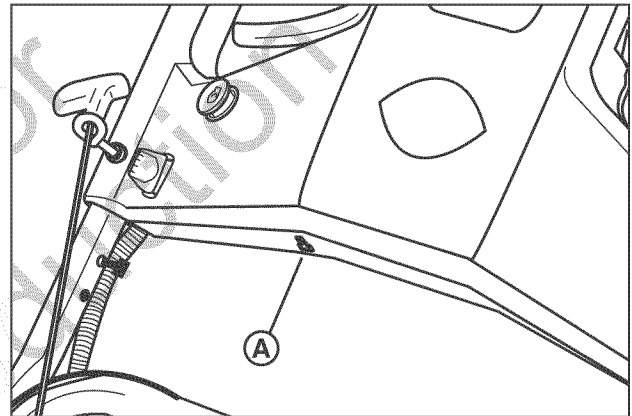

Figure 12 : Point d'accès de recharge de la batterie
1. À l'aide du chargeur fourni, brancher le connecteur du chargeur dans le point d'accès de recharge de la batterie (**A**, **Figure 12**). Brancher le chargeur dans une prise murale et recharger la batterie pendant 12 à 24 heures. (Des périodes plus longues n'endommageront pas la batterie.)